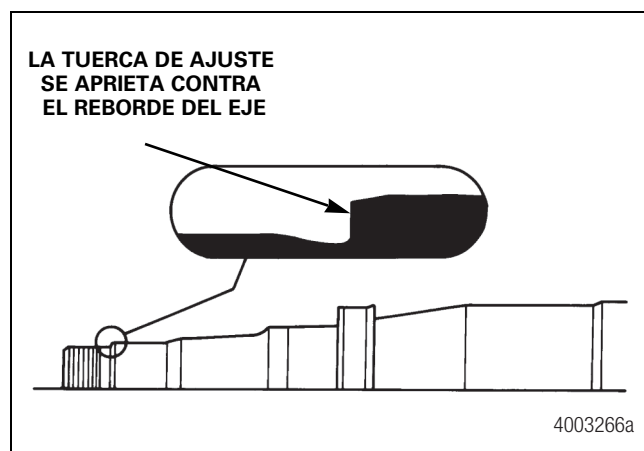

Figura 9.3
- En ejes de ajuste positivo, la espiga tiene un reborde torneado. Figura 9.3.